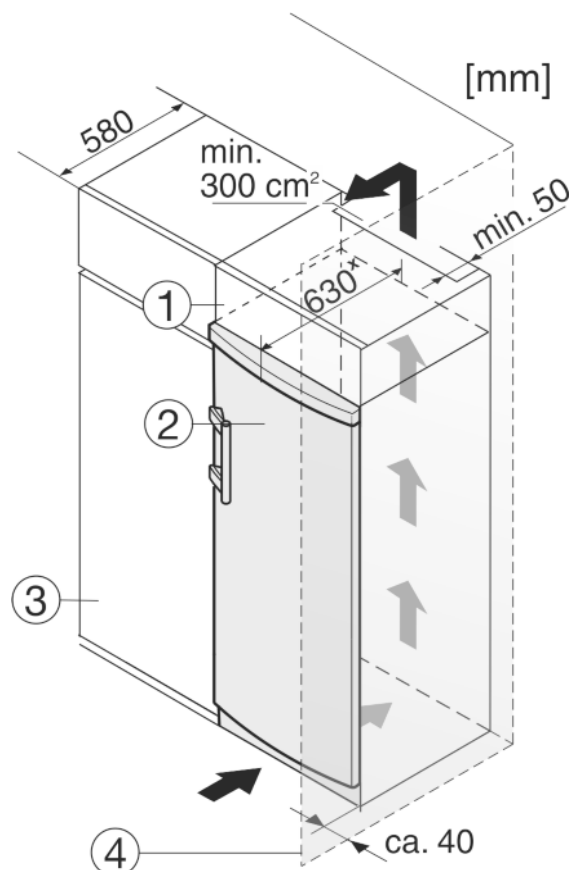

Fig. 10
- (1) Nástavná skříňka
- (2) Přístroj
- (3) Kuchyňská skříň
- (4) Stěna
Spotřebič lze zabudovat do kuchyňských skříní. K vyrovnaní spotřebiče Fig. 10 (2) na výšku kuchyňské linky lze na přístroj nasadit nástavec Fig. 10 (1).
Při montáži do kuchyňských skříní (hloubka max. 580 mm) lze přístroj instalovat hned vedle kuchyňské skříně Fig. 10 (3). Přístroj přesahuje přední stěnu kuchyňské skříně na stranách o 34 mm * a uprostřed o 50 mm *.
Když se přístroj instaluje závěsy vedle stěny Fig. 10 (4), musí být vzdálenost přístroje od stěny alespoň 40 mm. To odpovídá přesahu madla při otevřených dveřích.